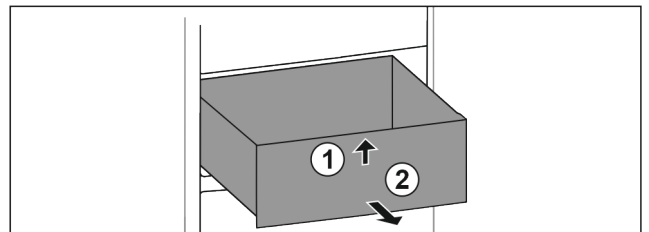

Fig. 70
- ▶ Soulever la partie avant du tiroir. Fig. 70 (1).
- ▶ Retirer le tiroir par l'avant. Fig. 70 (2)